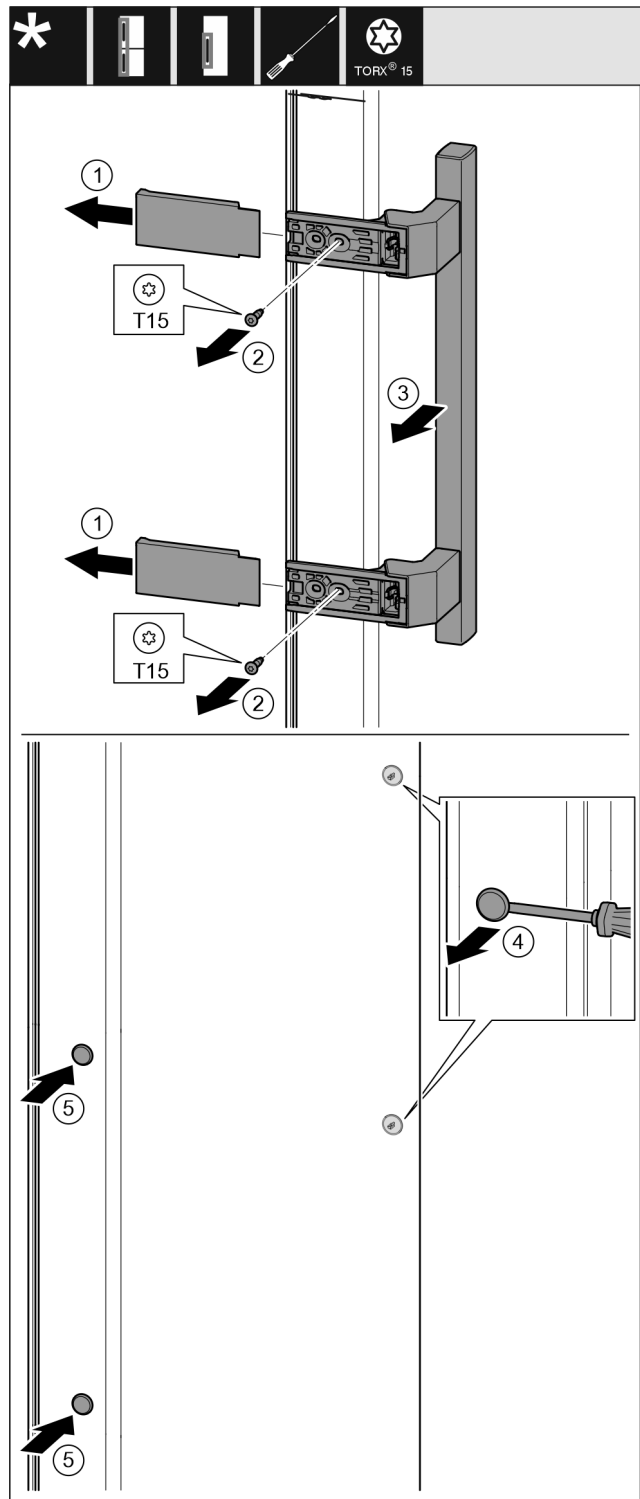

Fig. 18
- ▶ Snemite pokrov. Fig. 18 (1)
- ▶ Vijake odvijte z izvijačem Torx 15. Fig. 18 (2)
- ▶ Snemite ročaj. Fig. 18 (3)
- ▶ S ploščatim izvijačem previdno dvignite stranski čep in ga izvlecite. Fig. 18 (4)
- ▶ Čep ponovno vstavite na drugi strani. Fig. 18 (5)